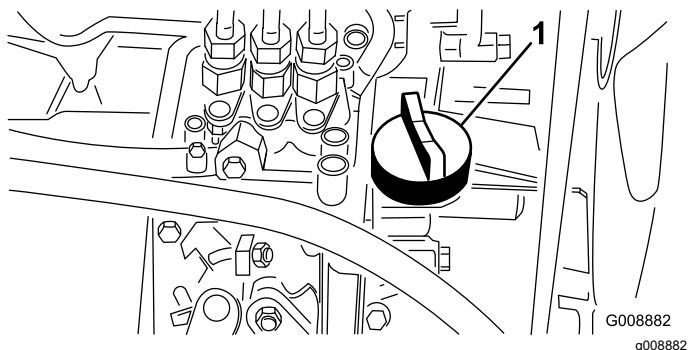

Bild 49
4. Entfernen Sie bei niedrigem Ölstand den Ölfülldeckel (Bild 49), gießen langsam kleinere Ölmengen ein und prüfen den Stand regelmäßig, bis die Voll-Markierung am Peilstab erreicht wird.